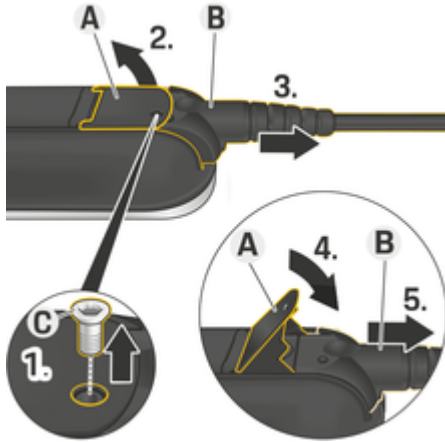

Bild 8: Lossa kabeln
- 1. Lossa skruven **C** (Bild 8) med ett lämpligt verktyg.
- 2. Fäll upp spaken **A** (Bild 8).
- 3. Dra ut kontakten **B** (Bild 8) till det första motståndet.